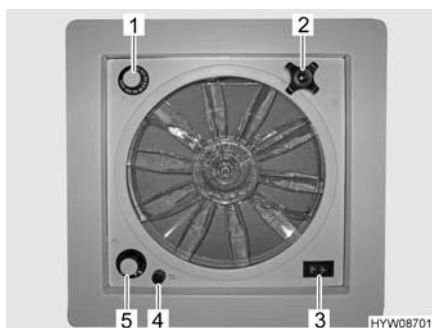

Fig. 46 Oblò con ventilatore
- Un fusibile da 4 A (Fig. 46,4) protegge da sovraccarico il motore del ventilatore. Se si verifica un sovraccarico: Individuare per prima cosa la causa (ad es. il ventilatore è sporco), poi sostituire il fusibile.
**Apertura oblò:** ■ Ruotare la maniglia girevole (Fig. 46,2), finché non si raggiunge l'angolo di apertura desiderato.
**Aerazione/sfiato:** ■ Portare l'interruttore a levetta (Fig. 46,3) su "Aerazione" (flusso d'aria dall'esterno verso l'interno) o "Sfiato" (flusso d'aria dall'interno verso l'esterno).
**Spegnimento del ventilatore:** ■ Portare l'interruttore a levetta (Fig. 46,3) sulla posizione centrale.
**Impostazione della velocità del ventilatore:** ■ Posizionare l'interruttore girevole (Fig. 46,5) sul grado desiderato:
**Impostazione della temperatura:** ■ Ruotare il termostato (Fig. 46,1) fino alla battuta in direzione "blu".